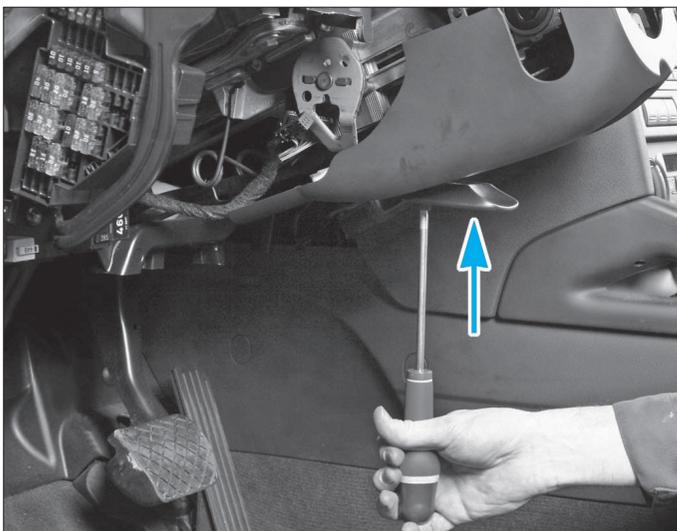

FIG. 12
- dévisser les 2 fixations (Torx de 30) de la poignée de réglage du volant pour la déposer (Fig.12).